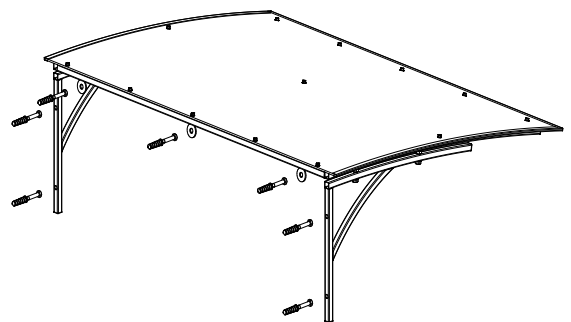

Рис. 6
-3 отверстия будут располагаться горизонтально (приваренные к рамке 3 круглые шайбы). *Рис.6.*
-4 отверстия (по 2 в каждом кронштейне) будут располагаться вертикально. *Рис.6.*